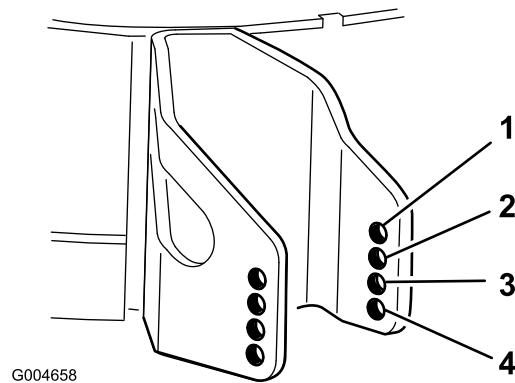

Figura 23
4. Scegliete il foro in modo da posizionare il rullo antiscalpo all'altezza di taglio corrispondente più vicina all'altezza richiesta (Figura 23).